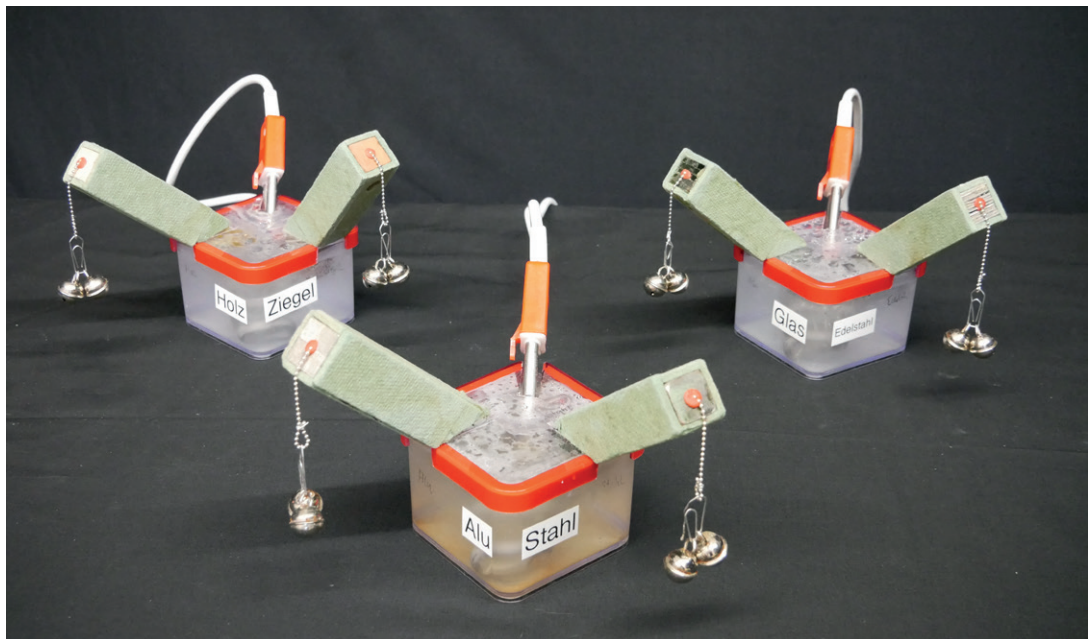

Abb. 6: Bei welchem Material fällt die Glocke als erstes herunter? (Quelle: e.u.[z.] (2024))
- Abb. 6: Bei welchem Material fällt die Glocke als erstes herunter?, Quelle: e.u.[z.]